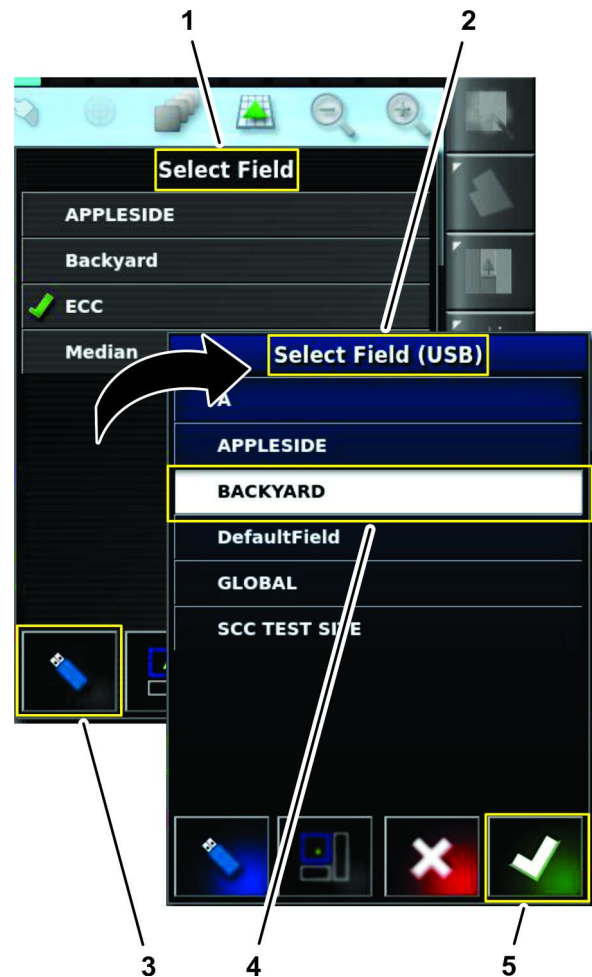

Figura 36
1. Na lista de seleção de campos, pressione o ícone Alternar (Figura 36).
2. Na lista de seleção de campos, pressione o ícone Campo a ser pulverizado e, em seguida, pressione o ícone Confirmar (Figura 36).